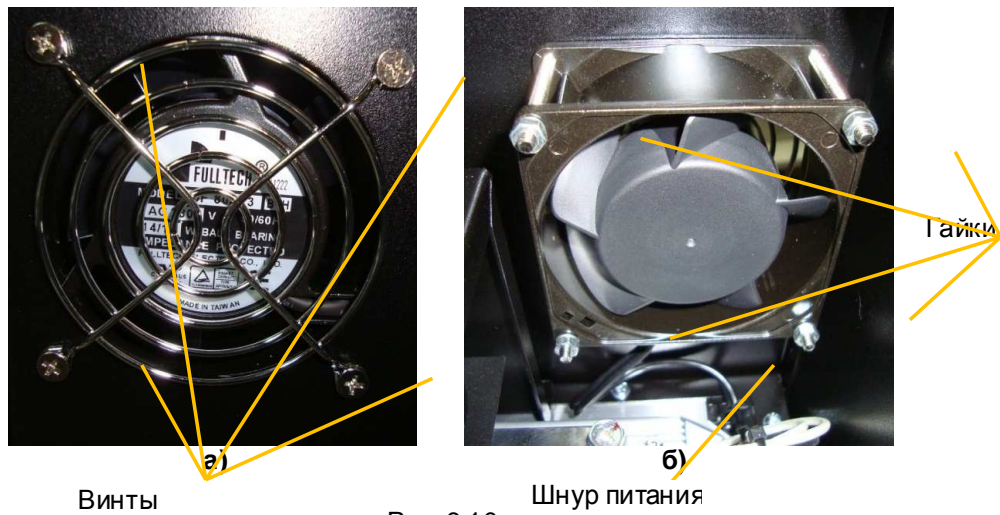

Рис. 6.10
6.8.4. Выкрутить 4 винта крепления бокового вентилятора удерживая гайки (рис. 6.10а,б); демонтировать решётку и положить их в тару.